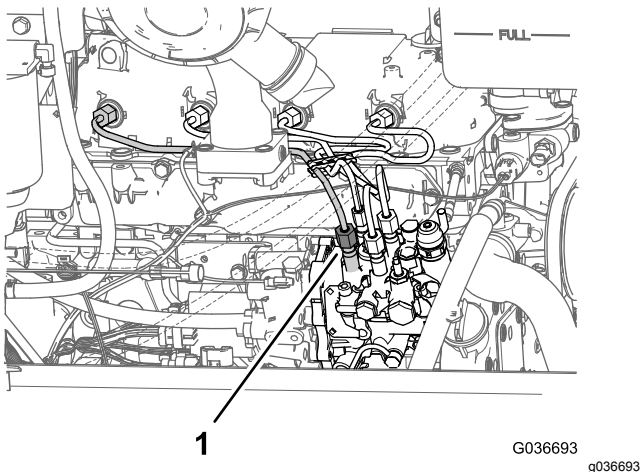

Figura 47
1. Afloje la tuerca del tubo del inyector de combustible del cilindro N° 1 en la bomba de inyección (Figura 47).